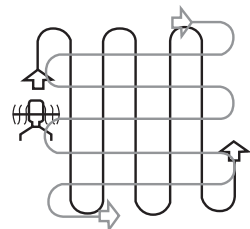

Fig. 28
6. Are en hileras ligeramente solapadas. El patrón más eficaz a la hora de arar suelos es desplazar el producto arriba y abajo en líneas verticales y después desplazar el producto en líneas horizontales de izquierda a derecha (fig. 28). De este modo, las hileras se mantienen uniformes y se garantiza que se ara toda la superficie sin que falte ninguna parte.
7. Preste especial atención al cambiar de dirección. Aplique una ligera presión sobre las manillas (3) para que los rotores se levanten al hacer el giro. Gire el producto guiándose por la pieza deslizante (26). Poco a poco reduzca la presión y vuelva a meter los rotores en el suelo.